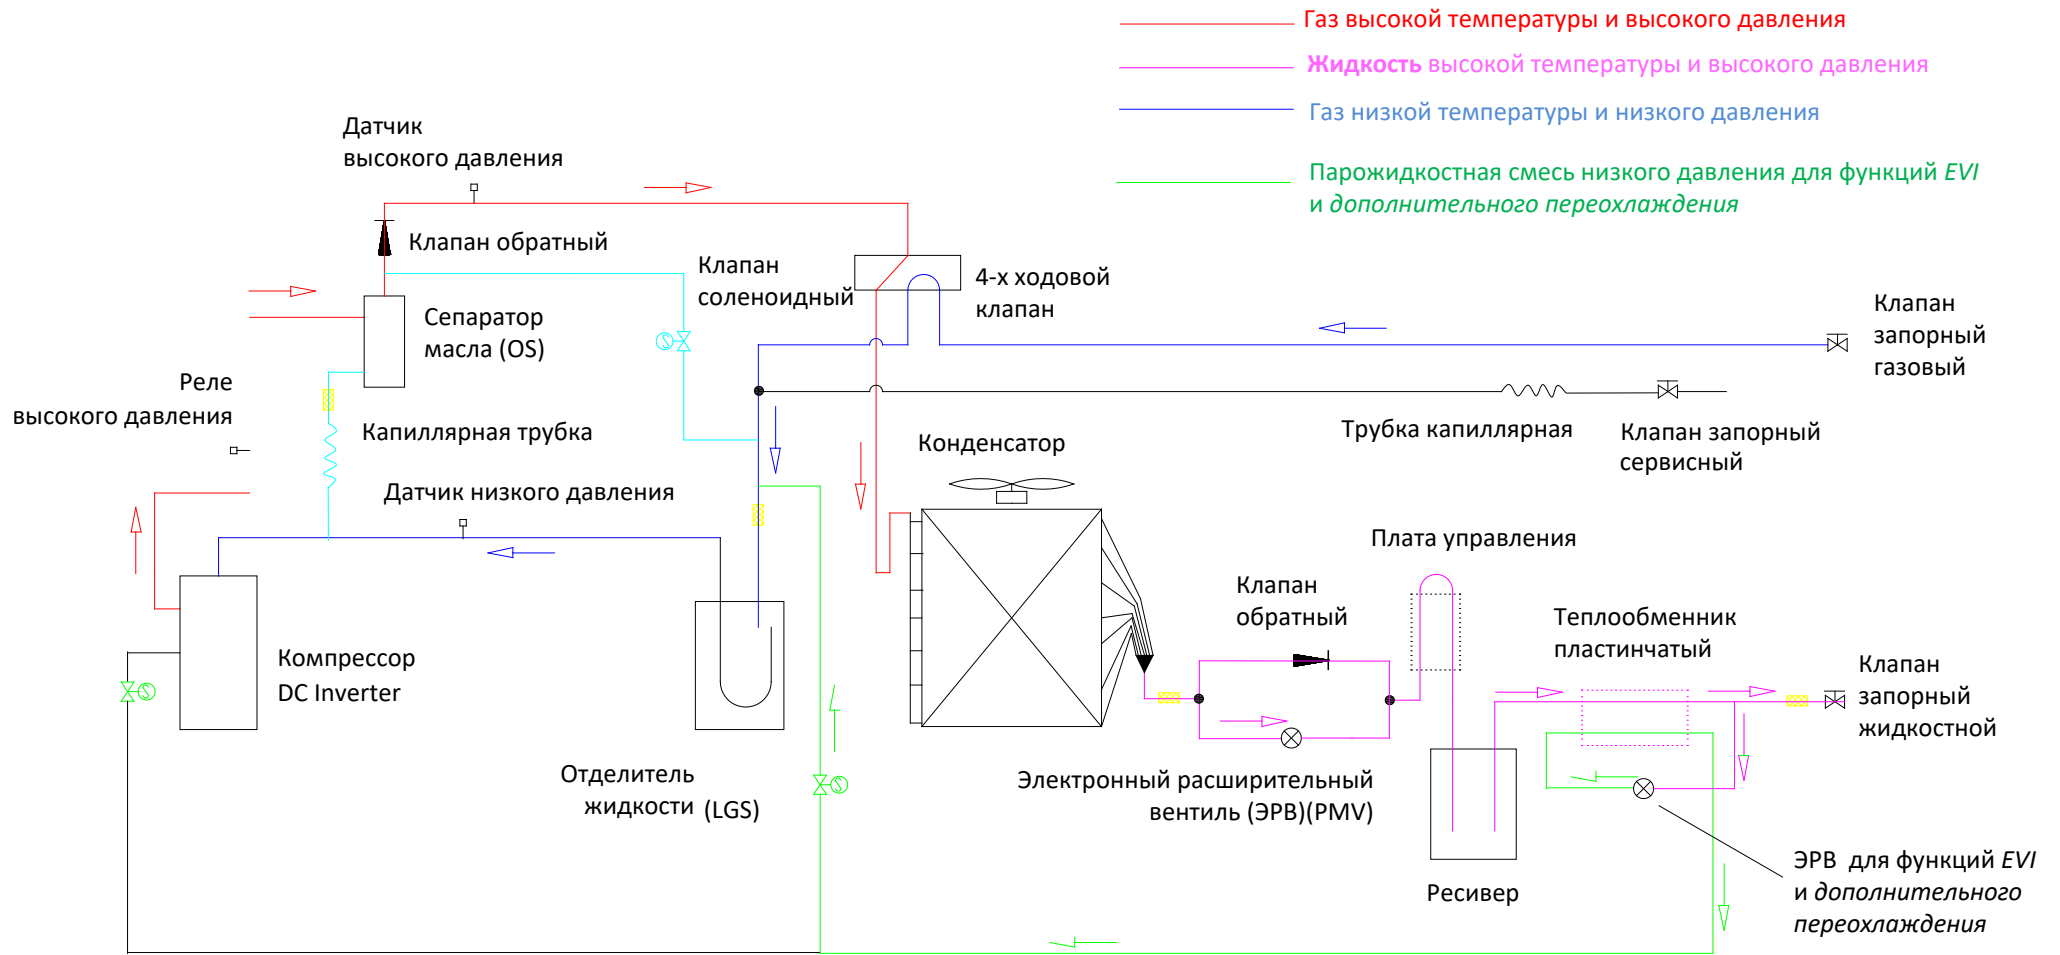

Рис.1.1
- Компоненты фреонового контура (см. схемы рис.1.1, 1.2, 1.3, 1.4)